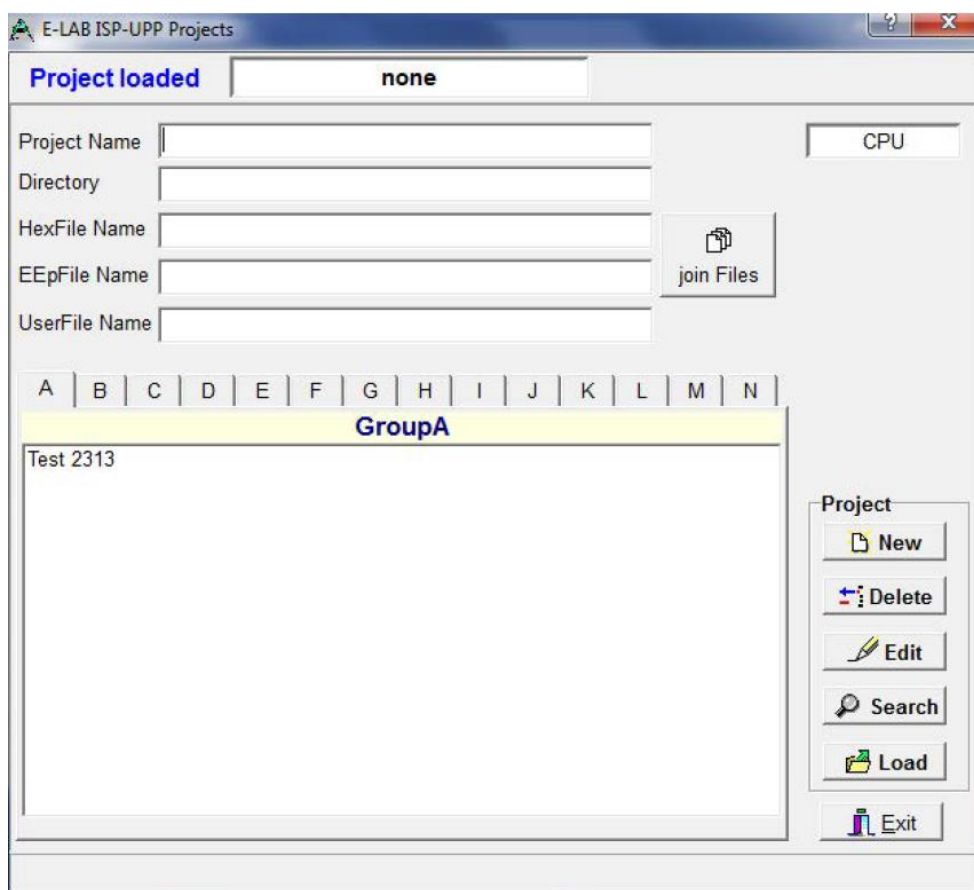

Рисунок 2
3.2 Подключите программатор E-LAB к ПК с помощью USB-кабеля. Затем запустите программное приложение E-LAB, дважды щелкнув значок . Откроется окно программного обеспечения E-LAB ISP-ICP (рисунок 2).